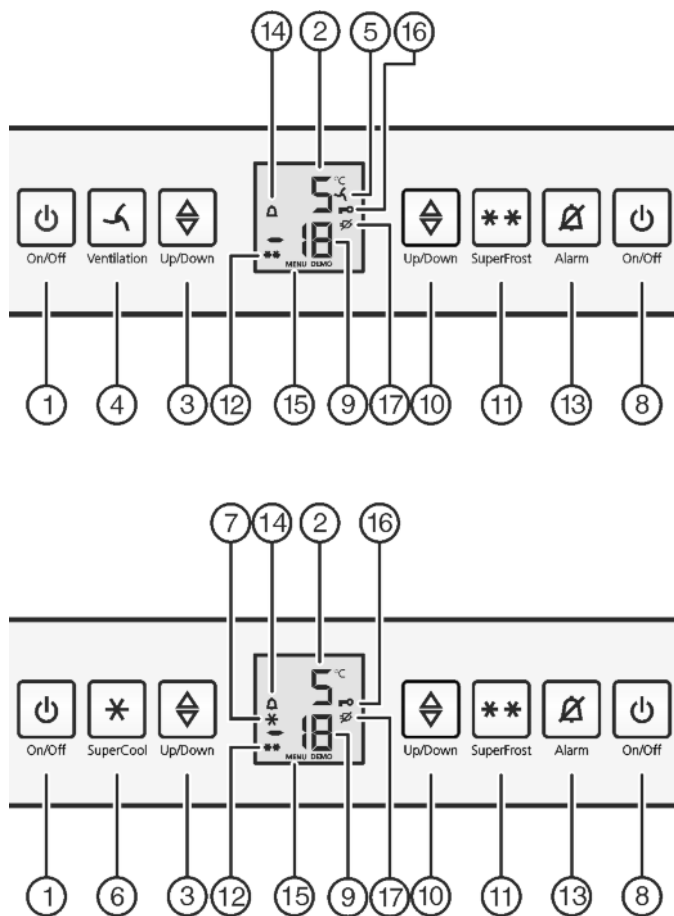

Fig. 2
- Druk op de toets On/Off van het vriesgedeelte Fig. 2 (8).
- Druk op de toets On/Off van het koelgedeelte Fig. 2 (1).
- Instelmodus activeren: Druk de toets SuperFrost Fig. 2 (11) gedurende ca. 5 seconden in.
- ▷ Op de display wordt het symbool Menu Fig. 2 (15) weergegeven.
- Met de toets SuperFrost Fig. 2 (11) kort bevestigen.
- ▷ Het symbool Kinderbeveiliging Fig. 2 (16) op de display gaat branden.
- Druk de toets On/Off van het vriesgedeelte Fig. 2 (8) kort in.
- ▶ Instelmodus activeren: Druk de toets SuperFrost *Fig. 2 (11)* gedurende ca. 5 seconden in.
- ▷ Op de display wordt het symbool Menu *Fig. 2 (15)* weergegeven.
- ▶ Met de toets SuperFrost *Fig. 2 (11)* kort bevestigen.
- ▷ Het symbool Kinderbeveiliging *Fig. 2 (16)* gaat uit.
- ▶ Druk de toets On/Off van het vriesgedeelte *Fig. 2 (8)* kort in.
Tegelijkertijd knipperen de temperatuurdisplay en het symbool Alarm *Fig. 2 (14)*.
Het akoestisch alarm stopt automatisch, het symbool Alarm *Fig. 2 (14)* gaat uit en de temperatuurdisplay houdt op met knipperen, wanneer de temperatuur weer laag genoeg is.
- ▶ Toets Alarm *Fig. 2 (13)* indrukken.